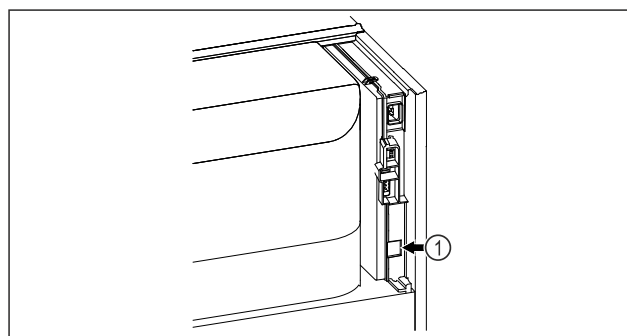

Fig. 132
- Je používán SmartModule Fig. 132 (1).